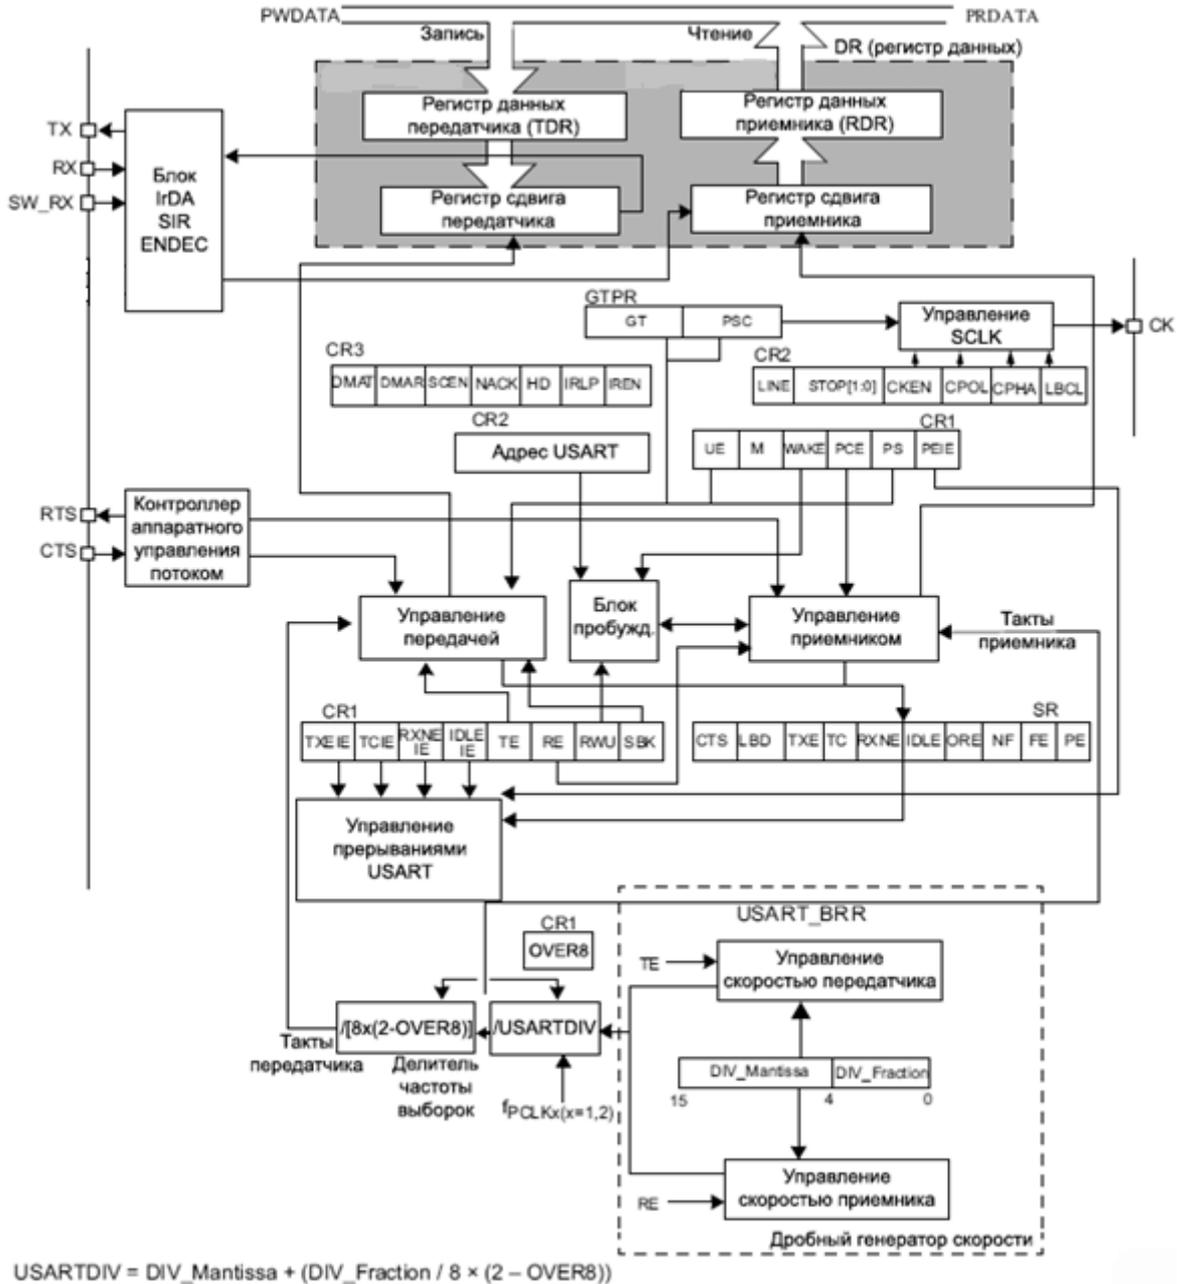

Рисунок 192 – Блок-схема модуля USART
Интерфейс подключается к внешним приборам при помощи трех выводов (см. рисунок 192). Любая двунаправленная передача данных USART требует минимум два вывода: вход для данных (RX) и выход для передачи данных (TX):
Для передачи можно выбрать длину слова 8 или 9 бит путем программирования бита M в регистре USART_CR1 (см. Рисунок 192).
Во время передачи USART-данные сдвигаются на вывод TX, младший значащий бит (LSB) идет первым. В данном режиме, регистр USART_DR состоит из буфера (TDR) между внутренней шиной и регистром сдвига передачи (см. рисунок 192).